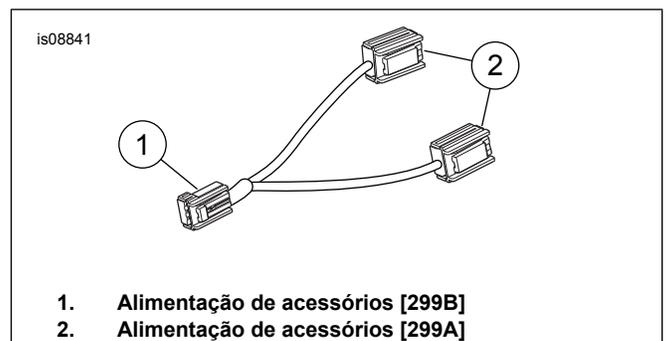

Figura 7. Chicote de fios de alimentação de acessórios
- b. Instale o 69200921 "Y" (veja Figura 7) no lado do veículo 299, com uma extremidade para o chicote de fios do amplificador da carenagem.